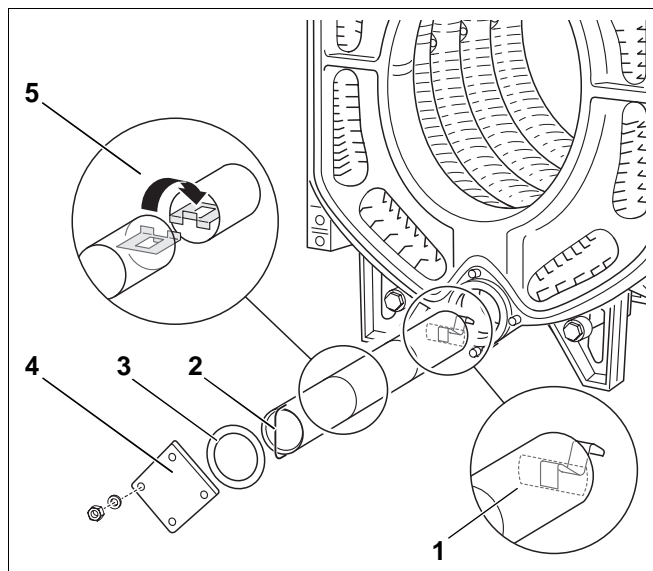

Рис. 23
- **Прежде всего вставьте элемент блокирующей трубы (L₃) с пружиной в нижнюю ступицу котла.** (рис. 23, **поз. 1**).
- Последующие элементы блокирующей трубы (L₂) вставьте друг в друга согласно рисунку (рис. 23, **поз. 5**).
- Последним элементом блокирующей трубы будет деталь (L₁) с ручкой (рис. 23, **поз. 2**).
- Установите на нижнюю ступицу котла плоское уплотнительное кольцо (рис. 23, **поз. 3**) и глухой фланец (рис. 23, **поз. 4**).